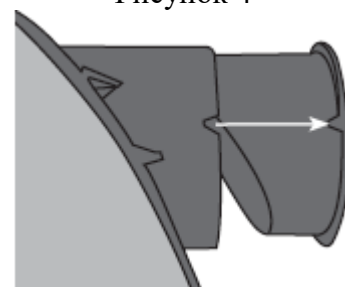

Рисунок 5
5. Снимите крышку с патрубка правого воздухозаборного отверстия (**рисунок 5**) и установите ее на левый патрубок воздухозаборного отверстия. Убедитесь, что бобышки совпадают с выемками, после чего наденьте крышку, надавив на нее до упора (**рисунок 6**).